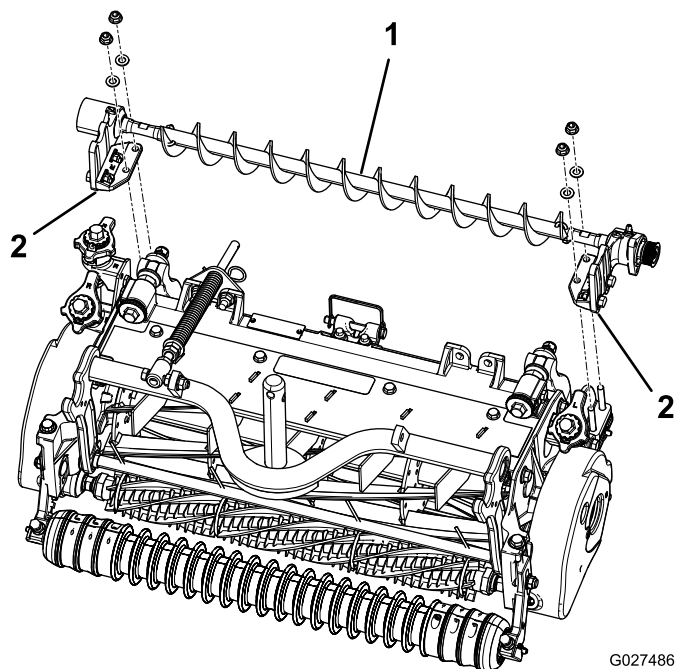

Bild 6
10. Setzen Sie die linke oder rechte Befestigungshalterung der Rollenbürste auf die Schrauben der Rollenhalterung (Bild 6).